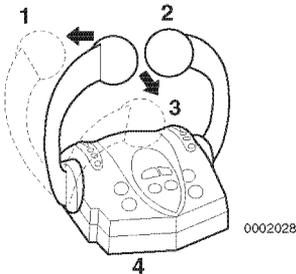

Abbildung 11
Zweihebel-Steuerkopf (**Abbildung 11, (4)**) im Ruderstand für Voraus (**Abbildung 11, (1)**), Zurück (**Abbildung 11, (3)**), Neutral (**Abbildung 11, (2)**) und zur Drehzahlregelung bei einer Zwillinginstallation verwenden.